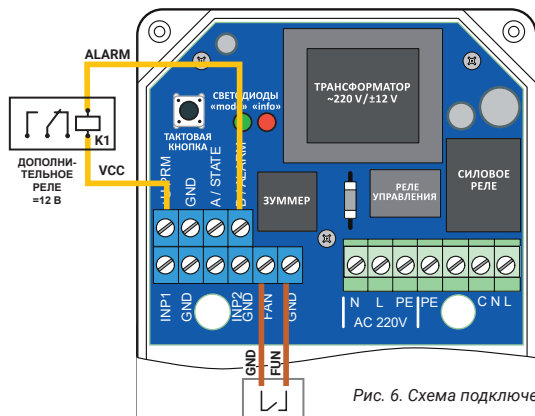

Рис. 6. Схема подключения внешнего проводного выключателя и дополнительного реле
5.5 Клеммы для подключения дистанционного выключателя закрытия/открытия водоснабжения: **FUN**, **GND** (рис. 6). При замыкании между собой клемм FUN и GND подключенные к блоку управления шаровые электроприводы закроются, при размыкании — откроются.
5.7 Для управления внешними устройствами к блоку управления возможно подключение **дополнительного реле GIDROLOCK**. Схема подключения приведена на рис.6.